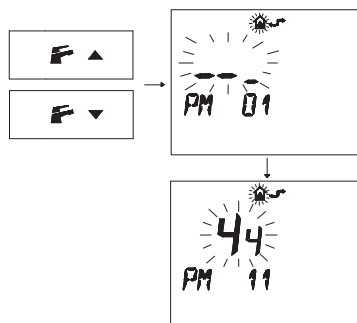

Figura 5.27
- Premere i pulsanti \mathbb{F} ▲ o \mathbb{F} ▲ per visualizzare la programmazione "PM11" della postcircolazione pompa (Figura 5.27).